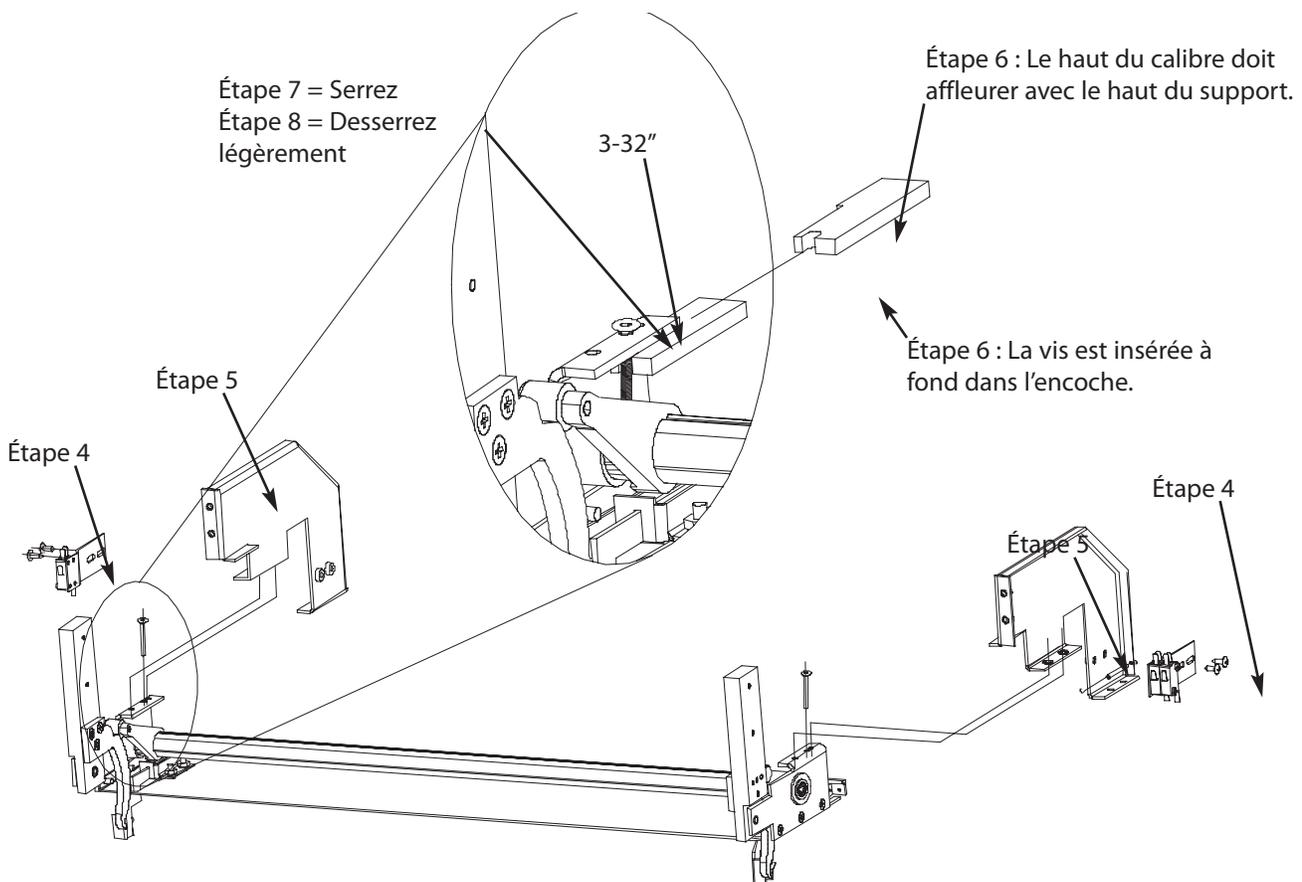

Figure 27 : Ajustement du contreponds
3. Si un commutateur de porte ouvert empêche le préchauffage du four, desserrez les supports de commutateur de porte (Figure 27, page 25) et déplacez-les pour fermer les commutateurs.
REMARQUE : À la figure 27, certains composants du four ont été retirés pour plus de clarté. La procédure de réglage DOIT être effectuée avec le contrepoids et les charnières installés.
6. Utilisez l'outil de réglage (réf. i5-9387) pour vérifier la distance entre le support et le contrepoids (Figure 27, page 25).